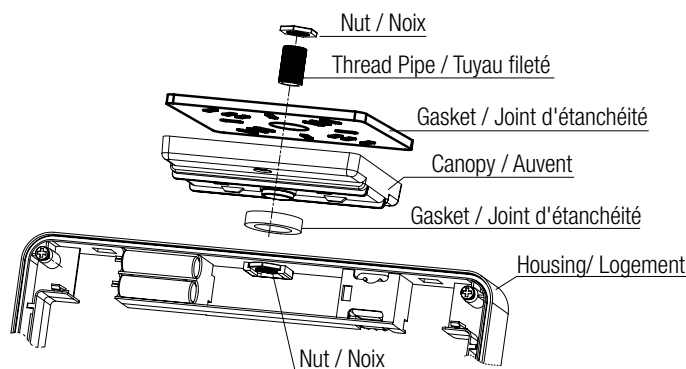

Figure 5
4. Knock out the mounting hole on the top or side of the unit, assemble the canopy on the unit (see Fig 5).
4. Percez le trou de montage sur le dessus ou le côté de l'appareil, assemblez le capot sur l'appareil (voir Fig. 5).